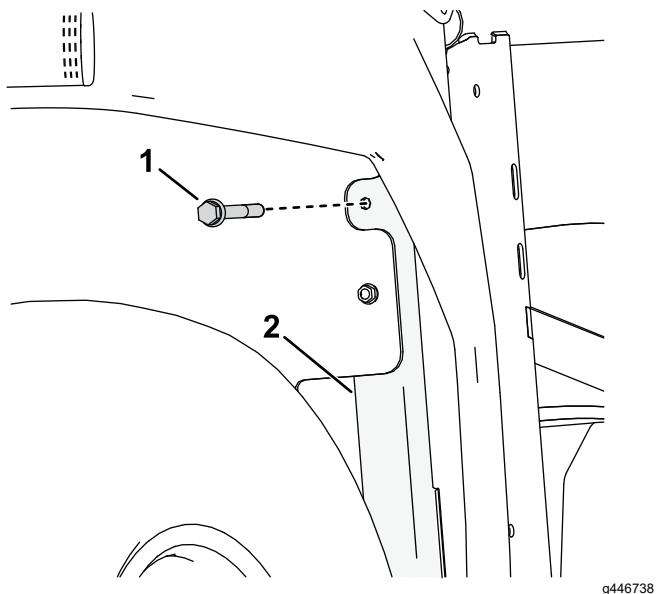

図10
5. フレームチューブの前部に開けた穴にスライカーボルト 5/16 x 2-1/2" を挿入する図10。